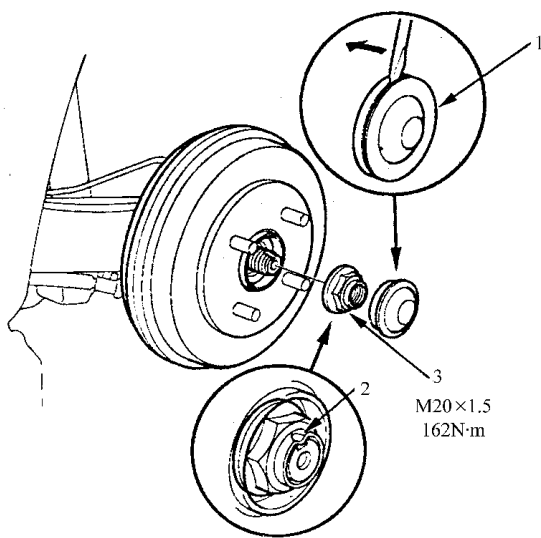

图 6-46 拆卸轮毂主轴螺母
2) 如图 6-46 所示,拆卸轮毂帽。撬起砧边,拆卸主轴螺母。